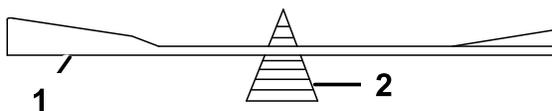

Figura 82
2. Controllate l'equilibrio della lama posizionandola su un bilanciatore (Figura 82).